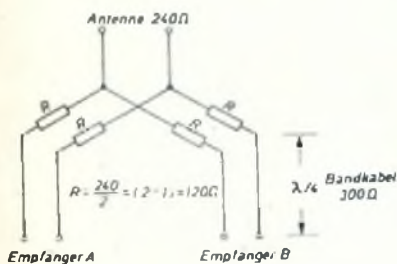

Bild 1. Verteilerschaltung für die Antenne
1) Die Antennenanpassung der über einen Verteiler angeschlossenen Empfänger soll für die Prüflinge A und B exakt gleich sein. Ein Schaltungsbeispiel zeigt Bild 1.